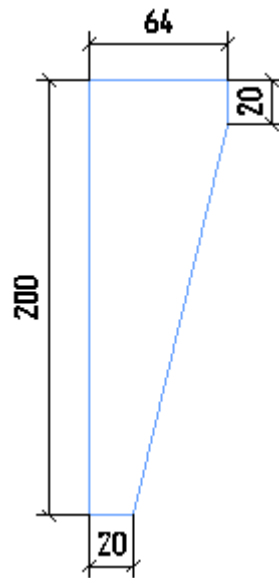

Рисунок 45
- Ребро жесткости (Рисунок 45) необходимо нарисовать на виде слева при помощи того же инструмента, что использовался при создании листов (Рисунок 40). Для косынок используется лист толщиной **12 мм**.
- Ребро жесткости нарисовать по размерам, представленным на Рисунок 45.